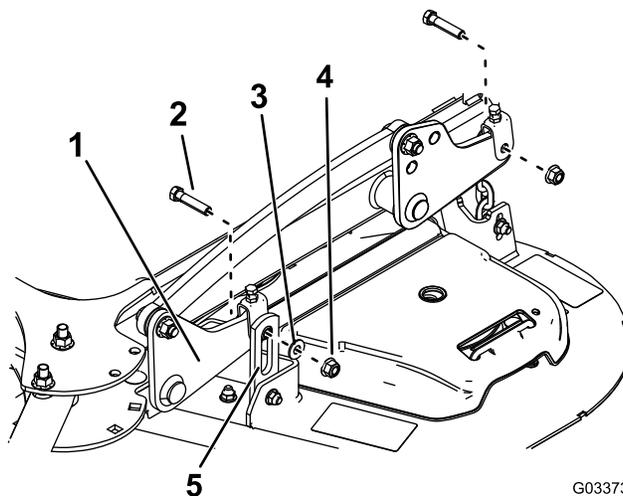
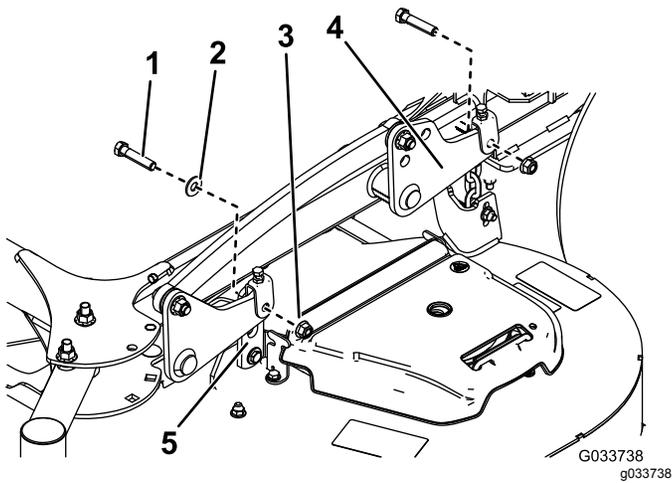

Figure 84
Figure 85
5. Retirez les 2 boulons, les 2 écrous et la rondelle qui fixent les pattes de support du tablier aux plaques de levage des deux côtés du tablier de coupe (Figure 84 et Figure 85).
Remarque: Pour les les tabliers de 132 cm (52 po), montez les pattes de support avant à l'extérieur des bras de levage avant (Figure 84). Pour les les tabliers de 152 cm (60 po), montez les pattes de support avant à l'intérieur des bras de levage avant (Figure 85).